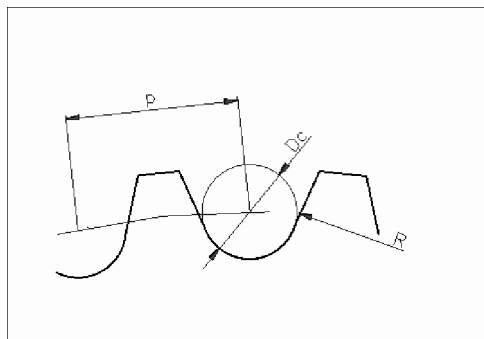

Fig. 10.23 Aspectul final al celei de-a doua ferestre
12. Folosind comanda **Pan** se obține o poziționare centrală a proiecției afișate. Aspectul ferestrei este acum cel din Fig. 10.23.